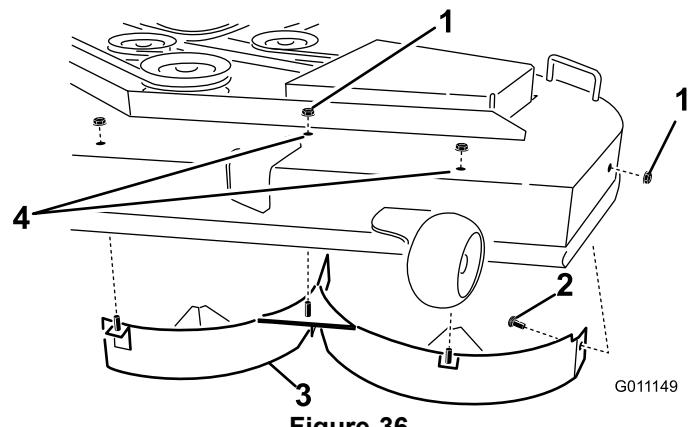

Figure 36
6. Retirez les trois contre-écrous (5/16 pouce) fixés aux montants soudés du déflecteur gauche sur le dessus du plateau de coupe, au centre, à gauche du centre et à gauche (Figure 36). Sur la paroi latérale du plateau de coupe, retirez le boulon de carrosserie et le contre-écrou qui fixent le déflecteur gauche au plateau.
7. Déposez le déflecteur gauche du plateau de coupe, comme illustré à la Figure 36.
8. Trouvez les deux boulons dans les pièces détachées et utilisez les contre-écrous existants. Placez ces fixations dans les trous du plateau de coupe (voir Figure 36) pour éviter la projection de débris. Montez le boulon en passant par le dessous du plateau de coupe et fixez-le au-dessus avec un contre-écrou existant.